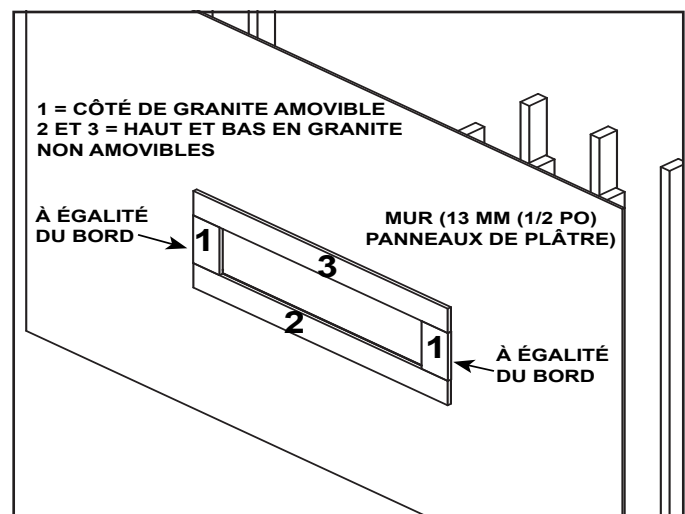

Figure 10.23 Séquence de placement des pièces de granite
**Remarque :** Installez les pièces de granite dans l'ordre indiqué à la figure 10.23.
9. Centrez la pièce de granite supérieure sur le haut des deux pièces latérales en vous assurant que les bords de gauche et de droite sont à égalité des bords des pièces de granite extérieures. Voir la figure 10.23.